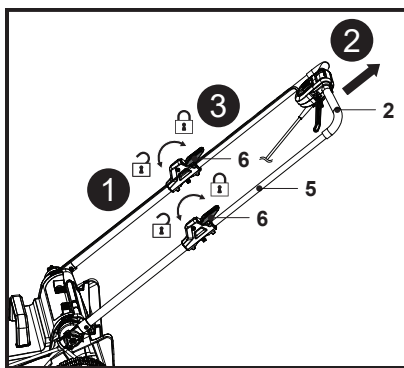

Fig. 3
5. Ai grijă să montezi barele mânerului inferior (7) la aceeași înălțime în ambele părți.
6. Ai grijă să treci cablul de control (19) pe deasupra barei mânerului inferior (7).
7. Deschide cele două manete de blocare (6), apoi ține mânerul de prindere (2) și trage treptat bara mânerului superior (5) până la capăt (fig. 3, pașii 1 și 2).
8. Închide cele două manete de blocare (6) și verifică dacă bara mânerului superior (5) este fixată (fig. 3, pasul 3).